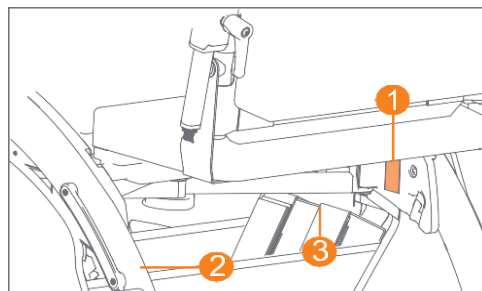
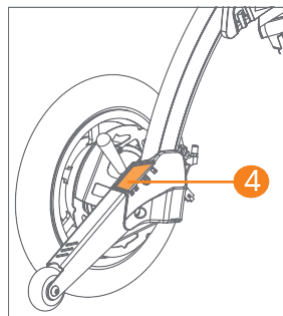
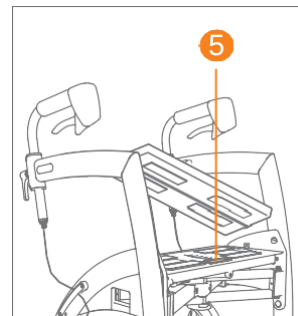

Figura 84: Ubicación de las etiquetas y pegatinas en Rollz Motion Electric
Figura 85: Pegatinas de rueda libre en los dispositivos antivuelco.
Figura 86: Retire el cojín para ver la etiqueta del producto en el asiento.
12. Asegúrese de que el Rollz Motion Electric conserve la etiqueta del producto y las pegatinas necesarias para un funcionamiento seguro y el cumplimiento de la normativa (**Figura 84, Figura 85, Figura 86**).
No retire, cubra ni obstruya ninguna etiqueta o adhesivo del dispositivo y de la batería, ya que contienen información esencial que los usuarios y el personal de mantenimiento necesitan para utilizar el dispositivo de forma segura (**Figura 84 y Figura 85**). Alterar u ocultar las etiquetas puede provocar un uso indebido, aumentar el riesgo de mal funcionamiento o anular las garantías y el cumplimiento de las normas reglamentarias.
Registre su producto en Rollz International completando el formulario en línea en www.rollz.com. Asegúrese de introducir el número de serie de su Rollz Motion Electric. Este número se encuentra en la etiqueta situada en el asiento (**Figura 86**). Al registrarse, también puede suscribirse a un boletín informativo por correo electrónico para mantenerse al día sobre las novedades de los productos Rollz.